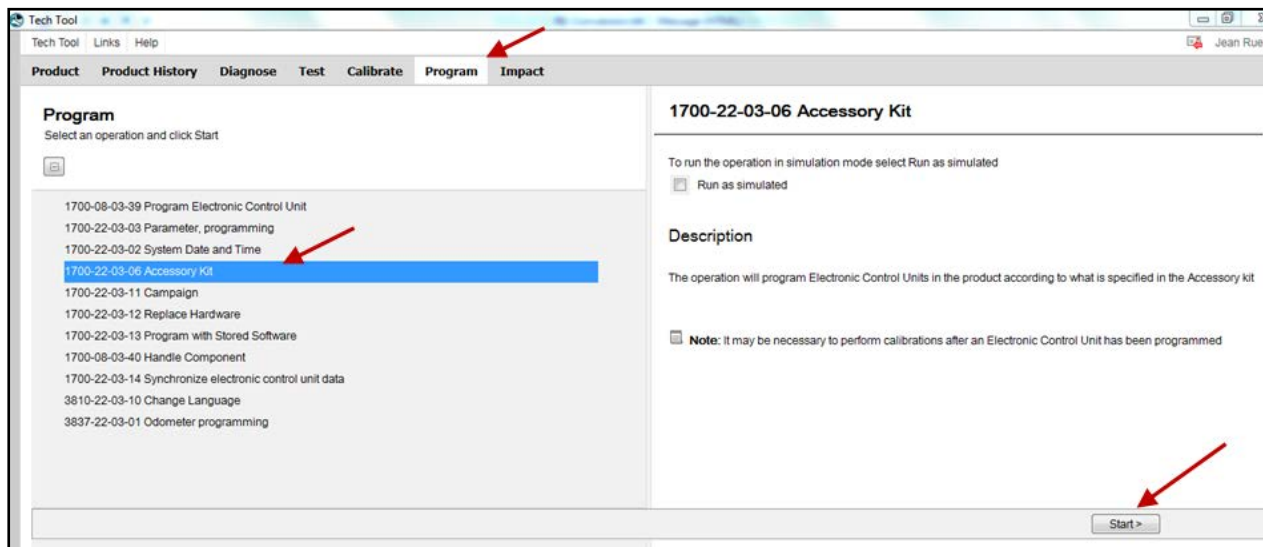

FIGURE 1
1. Dans Premium TechTool, sélectionnez l'onglet PROGRAM (programme). Dans l'onglet PROGRAM, sélectionnez l'opération 1700-22-03-06 Accessory Kit, puis cliquez sur START (démarrer) (FIGURE 1).